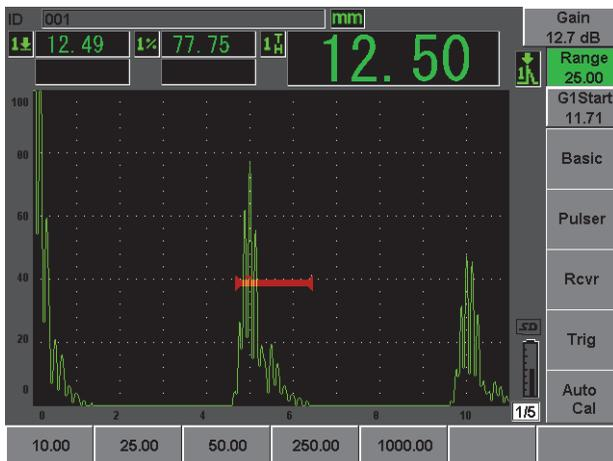

Figura 2-17 Valor del rango
16. Pulse la tecla **[RANGE]** y ajuste el rango de la pantalla (véase la Figura 2-17 en la página 47).